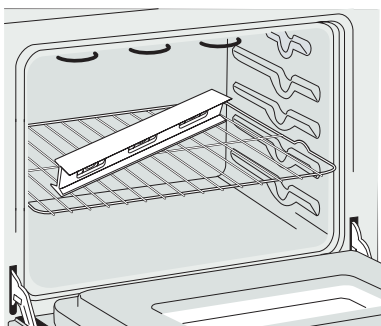

Figura 12
1. Instale una rejilla al centro del horno superior (vea la Figura 12).